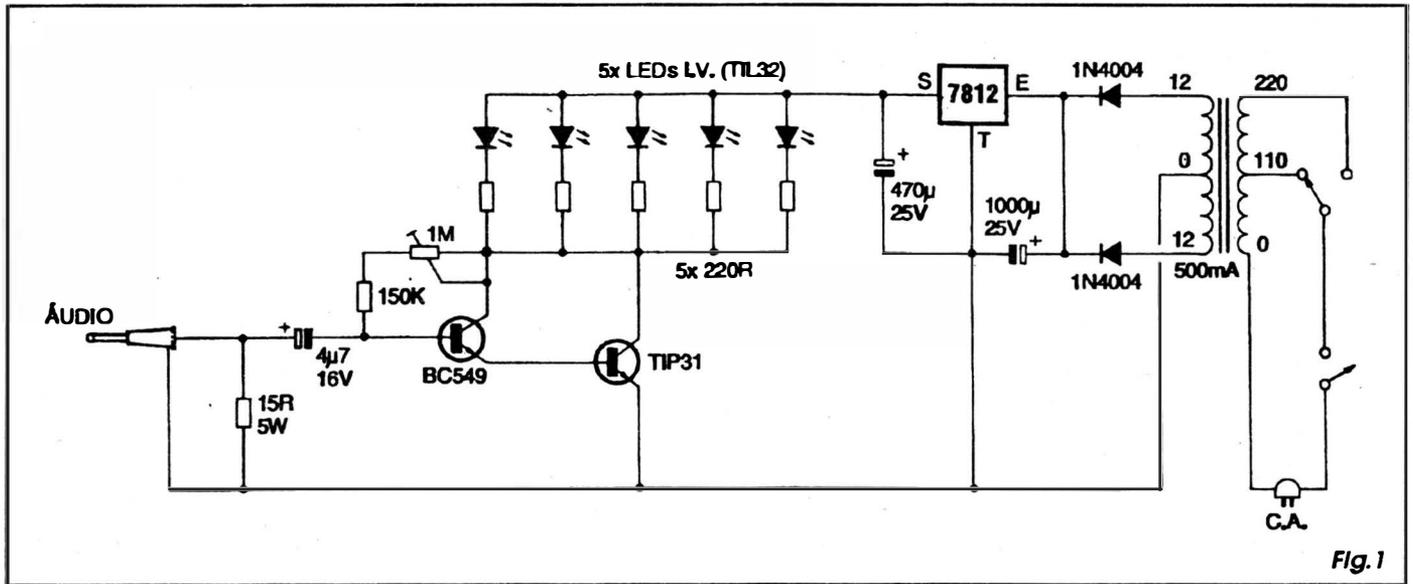

Fig. 1
**- FIG. 1 - DIAGRAMA ESQUEMÁTICO DO CIRCUITO (MÓDULO TRANSMISSOR)** - Absoluta simplicidade em sua essência: o sinal de áudio é captado (em bom nível e baixa impedância...) diretamente da saída original para fone de ouvido do aparelho gerador (vamos manter como exemplo daqui pra frente, uma TV, combinados...?). O resistor de 15R x 5W *carrega* a saída original de som do aparelho, de modo a oferecer uma impedância simulada de alto-falante ou fones, prevenindo problemas internos ao circuito do gerador de áudio... Os sinais são então encaminhados (via capacitor de 4u7) a um elemento conjunto *Darlington* formado pelos transistores BC549 e TIP31... A polarização de tal conjunto (que mostra elevado ganho e alta potência relativa na sua saída...) é feita no sistema semi-automático, com o conjunto série, formado pelo resistor de 150K e *trim-pot* de 1M, intercalado entre o *coletor* e a *base* geral do par *Darlington*... Assim, dependendo do real nível de sinal aplicado na entrada, um ajuste no *trim-pot* permitirá eliminar distorções e calibrar o ganho geral, de modo a oferecer bons níveis de modulação de intensidade luminosa ao conjunto de 5 LEDs infra-vermelhos comuns